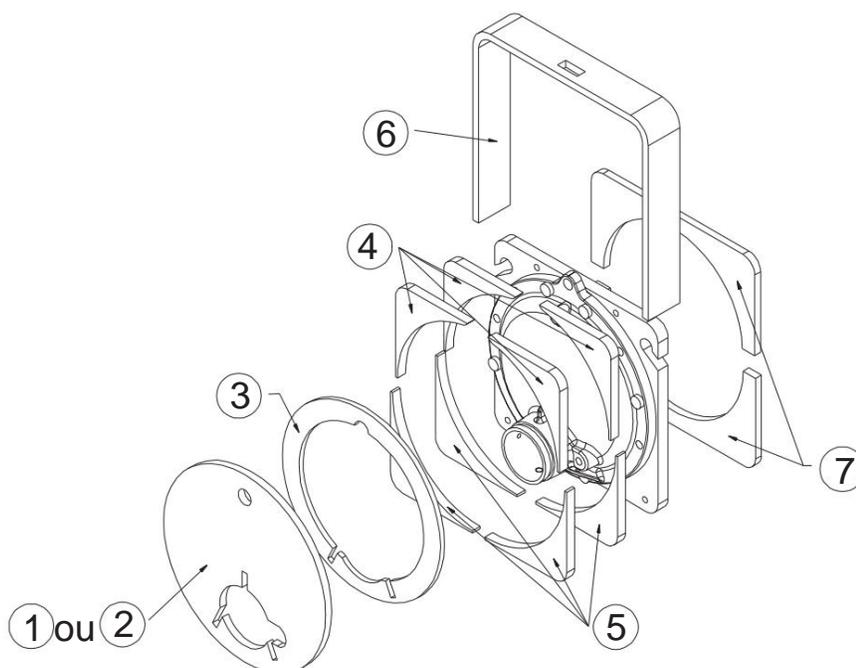
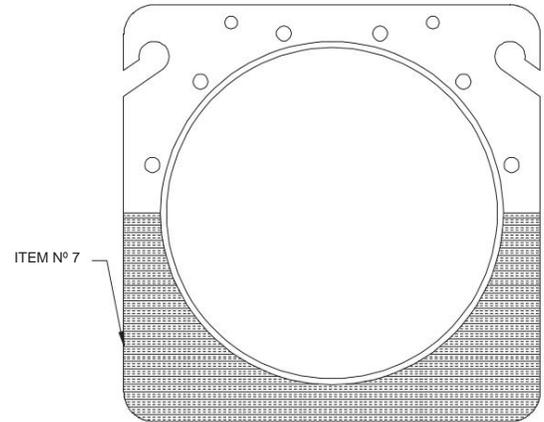

Fig. 2 - Isolamento do Tubo de Cabeça e Extremidade para Tabelas 2-5
Fig. 5 - Tubo interno (semi-isolado)
terminais: 1. Aplique duas peças do Item 7 (Ver Fig. 2) na face interna de um dos espelhos terminais. Ver Fig. 5 e 6.
1. Aplique o anel espaçador (Item 3) na face do cabeçote conforme mostrado na Fig. 2. Para permitir o acesso para manutenção, não aplique adesivo nos parafusos do cabeçote. O anel caberá dentro das peças de isolamento superior e inferior aplicadas na Etapa 1.
- isolantes: 1. Aplique duas peças do Item 7 na face interna de um dos tubos finais. Ver Fig. 5 e 6.